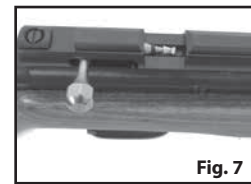

Fig. 7
5. ABRA el cerrojo tirando de él completamente hacia atrás (Fig. 7).